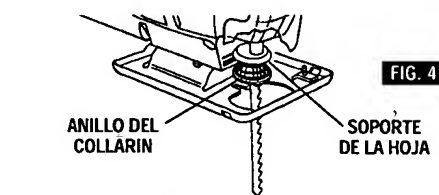

FIG. 4
2. Introduzca la hoja hasta la profundidad completa con los dientes orientados hacia el sentido de corte, de la manera que se muestra en la (Fig. 4).